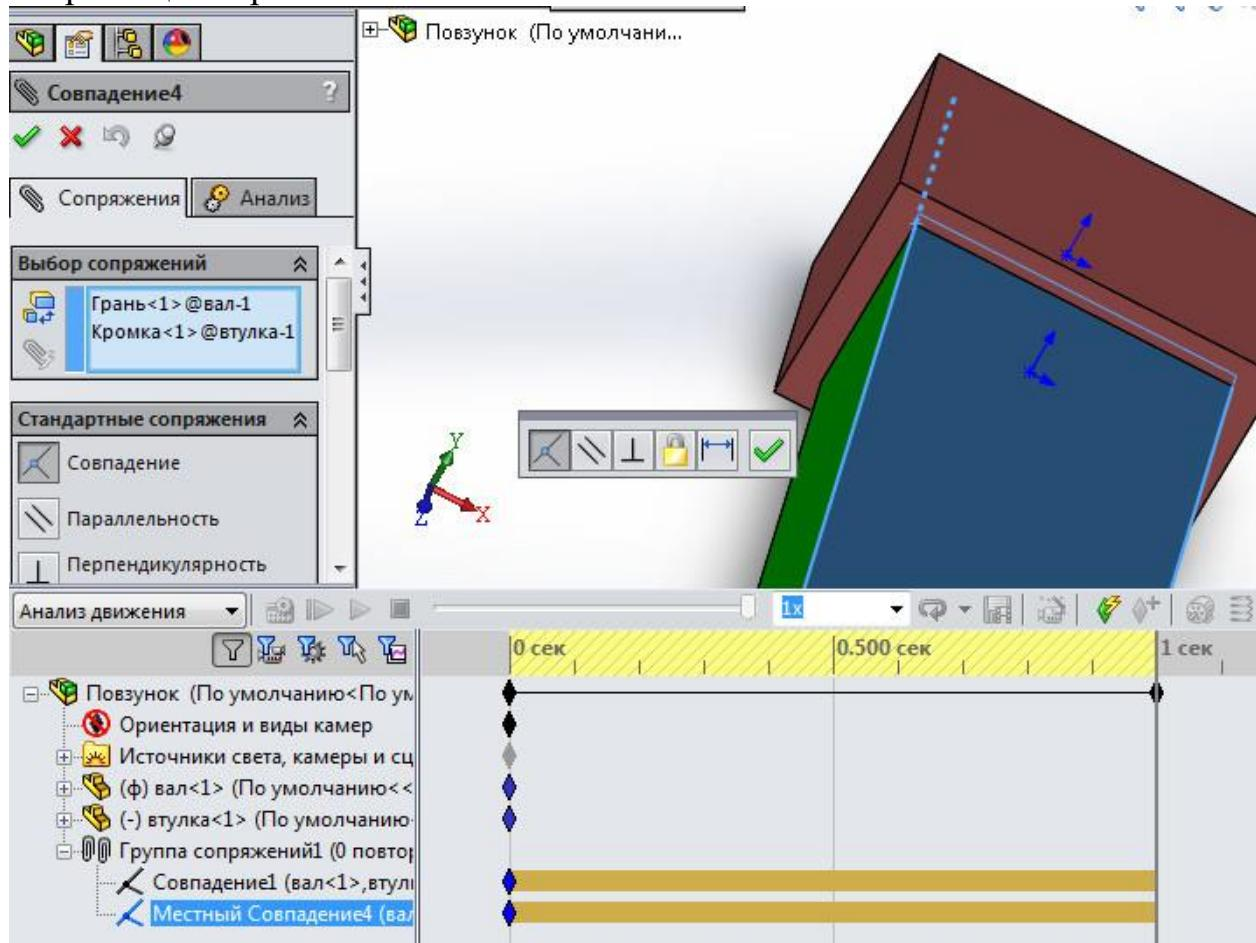

Рис.8. Редагування спряження.
Один з варіантів уникнення утворення повторювальних обмежень і автоматичного їх видалення - використання примітивів спряжень. В даному випадку замінимо одне спряження **Совпадение** (2-х граней) спряженням **Совпадение** (лінії і грані), як це показано на рис. 8.
2.10. В панелі **Motion Manager** розкрити дерево **Група Спряженій1**, натиснути правою кнопкою миші на одному з 2-х спряжень і вибрати **Редагувати**. У вікні **PropertyManager** в розділі **Объекты для сопряжения** замінити Грань<2>@втулка-1 на Кромка<1>@втулка-1 (див. рис. 8.).